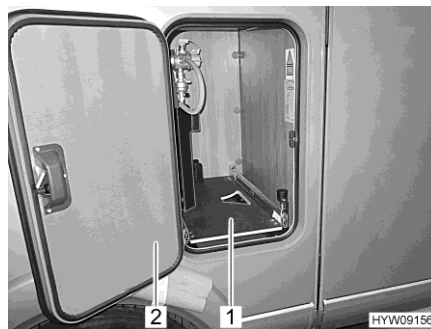

Bild 83 Gaskastenauszug
- Klappe (Bild 83,2) zum Gaskasten öffnen.
- Gaskastenauszug (Bild 83,1) herausziehen, bis der Knauf wieder einrastet. Der Gaskastenauszug ist jetzt in dieser Stellung arretiert.